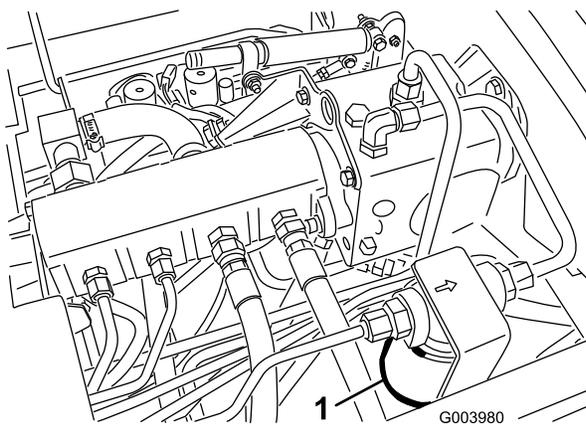
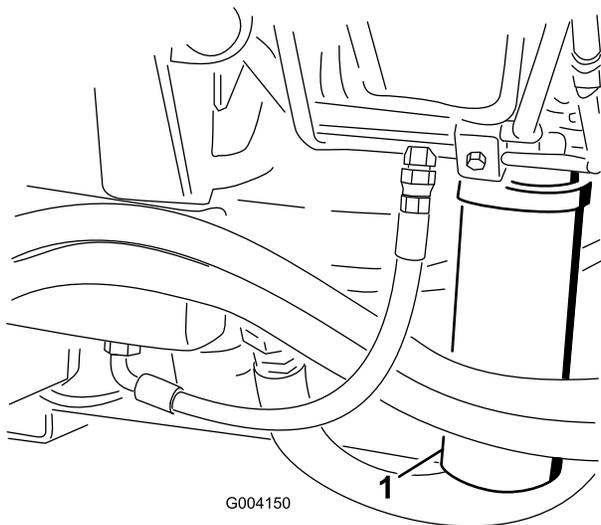

图70
图71
2. 清洁过滤器安装区域的周围，并在过滤器下面放置一个放油盘（图70）和（图71）。